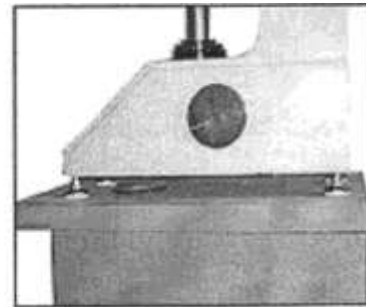

Рис. 8
- 3) Затем нужно выставить твердомер по уровню, как показано на рис.8.